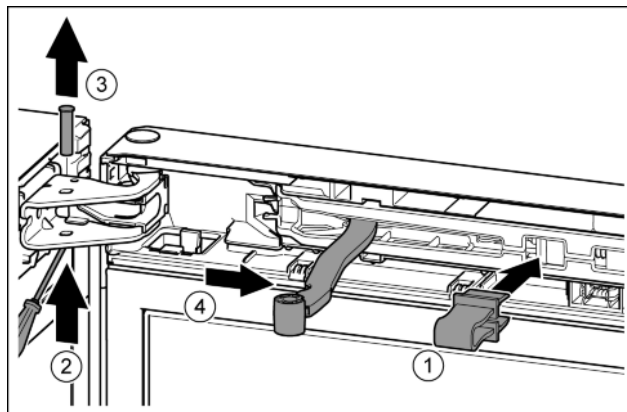

Fig. 11
- ▶ Зафіксуйте запобіжник в отворі. Fig. 11 (1)
- ▶ Виштовхніть палець за допомогою викруткі. Fig. 11 (2)
- ▶ Вийміть гвинт рухом нагору. Fig. 11 (3)
- ▶ Поверніть шарнір у напрямку дверцят. Fig. 11 (4)